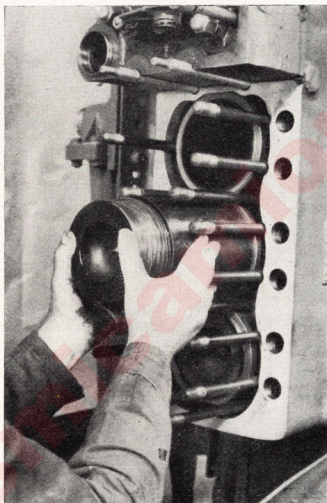
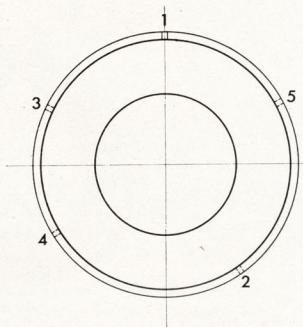

Fig. 96.—Montaje de conjuntos pistón-biela en los cilindros con útil
Fig. 97.—Orientación de segmentos
7. Montar los conjuntos de la biela mediante el útil de la fig. 96, de forma que el número del cilindro grabado en la biela quede al mismo lado que el eje de levas, esto es hacia el lado derecho del motor y teniendo la precaución de orientar los segmentos al montar, de forma que sus ranuras queden en la disposición de la fig. 97.